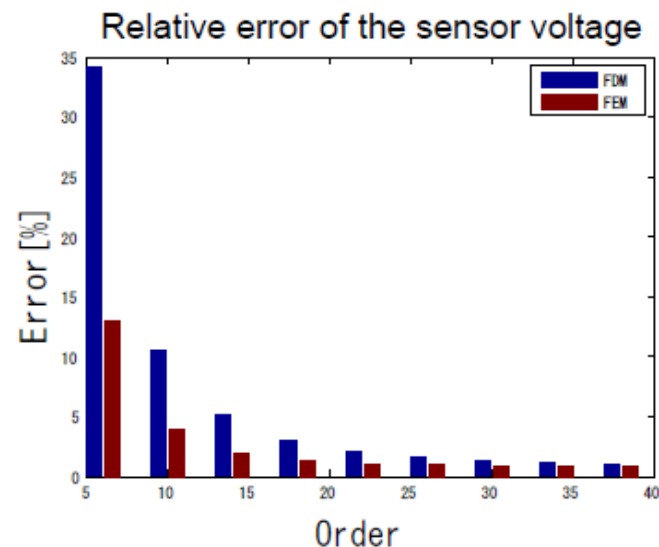

図2 センサ電圧の誤差
- ・ シミュレーションにより, 得られた近似モデルは元のモデルとよく一致することを示す(図2)